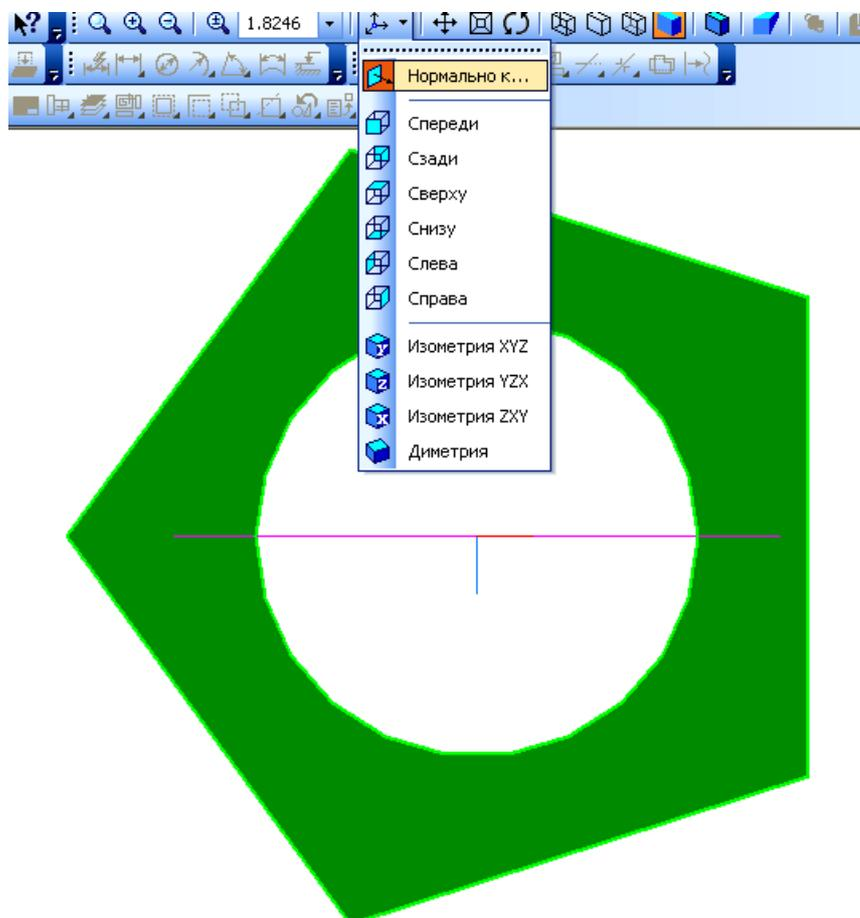

Рисунок 32
- сориентировать модель верхней плоскостью *Нормально к...* (рисунок 32);